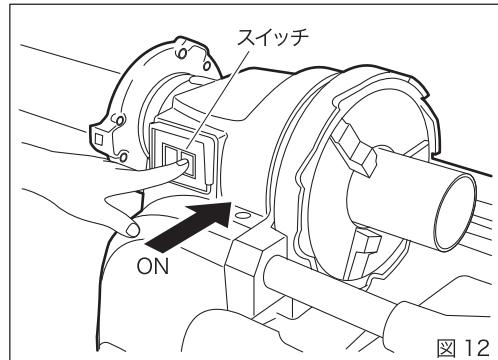

図12
7. 作業前の点検（図12）
- ①本体のスイッチをONにし、主軸を回転させてください。